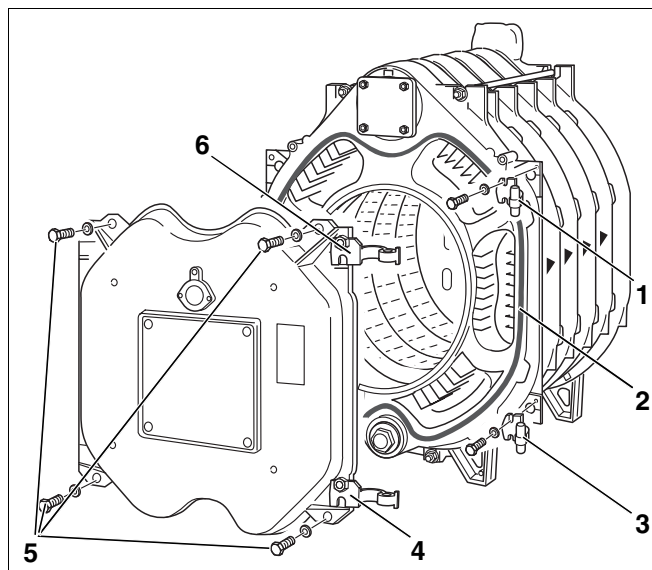

Рис. 26 Навеска дверцы горелки
На заводе обе шарнирные петли (рис. 26, поз. 4 и 6) устанавливаются справа на дверце горелки. Для открывания дверцы влево необходимо установить петли с левой стороны на дверце горелки.
- Закрепить шарнирные крюки (рис. 26, поз. 1 и 3) на передней секции двумя болтами М 12 х 50. На рис. 26 изображено правостороннее расположение дверцы. Для навески дверцы слева закрепить крюки соответствующим образом с левой стороны.
- Приклеить GP-шнур диаметром 18 мм к передней секции. При этом место стыка уплотнительного шнура должно быть сбоку (рис. 26, поз. 2).
- Закрывать дверцу горелки и прикрутить ее болтами (M16 x 140) (рис. 26, **поз. 5**). Затяжку болтов следует производить равномерно крест-накрест.